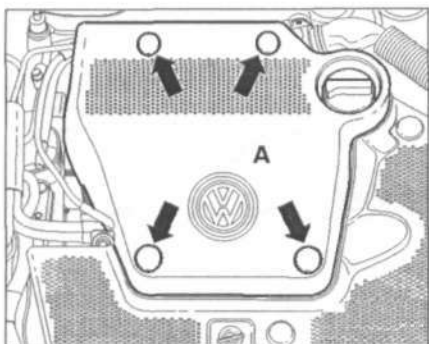

Рис. 2.15. Извлеките пробки (стрелки) из крышки А двигателя с помощью отвертки.
6. Извлеките пробки (стрелки) из крышки А двигателя с помощью отвертки (рис. 2.15).